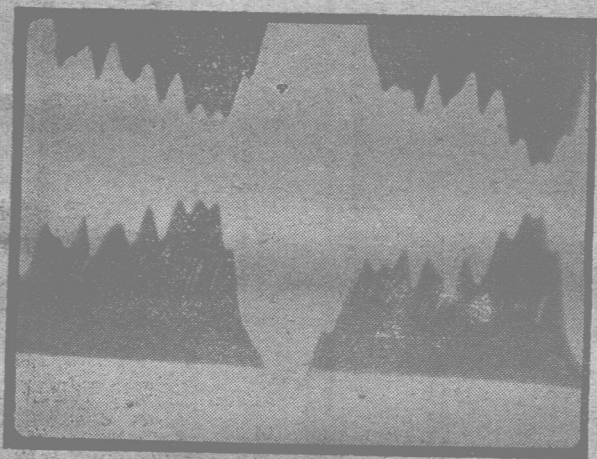

图 11
1. 胶片在制作时片基已划伤，或乳剂涂布后乳剂面被擦伤。（显影后在透明处呈断续白条），以上现象在生胶片鉴定时可以发现（图11）。